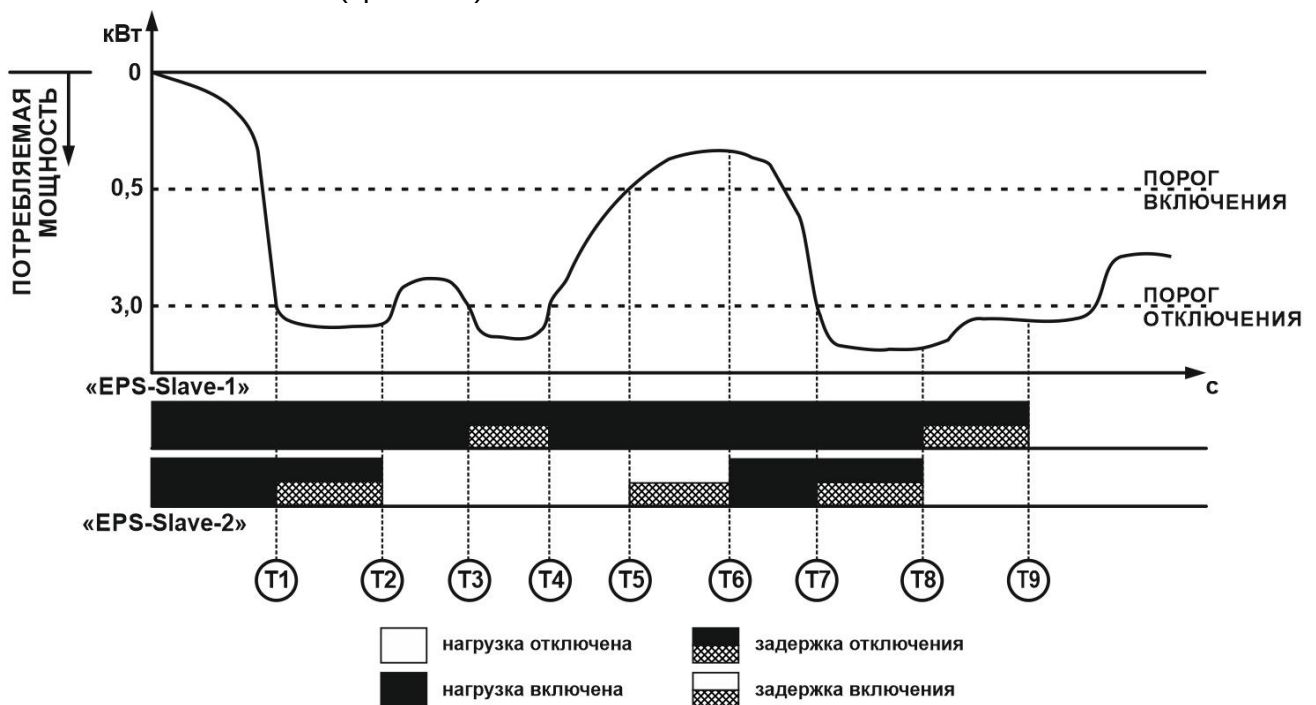

Рисунок 16 – Работа в режиме реле ограничения мощности
- о начинается отсчет времени 60 с (параметр: «Задержка отключения», время T1 или T7 – рисунок 16);